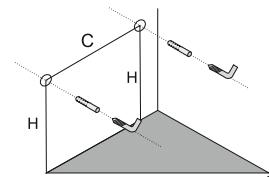

рис. 2
- Определите местоположение тумбы, поставив ее вплотную к стене. Выполните разметку стены в соответствии со схемой (рис. 2), где: